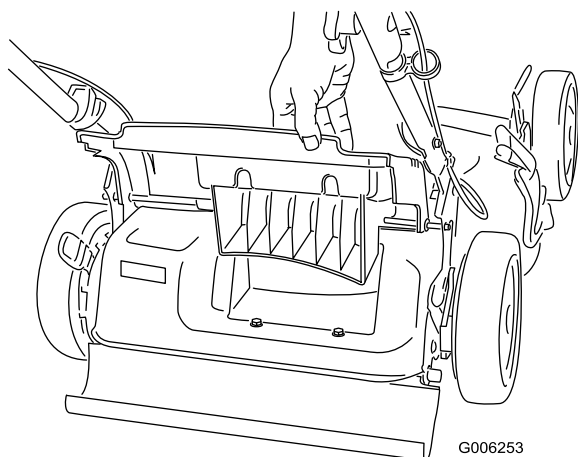

Figure 15
1. Soulevez le volet arrière et gardez-le dans cette position (Figure 15).